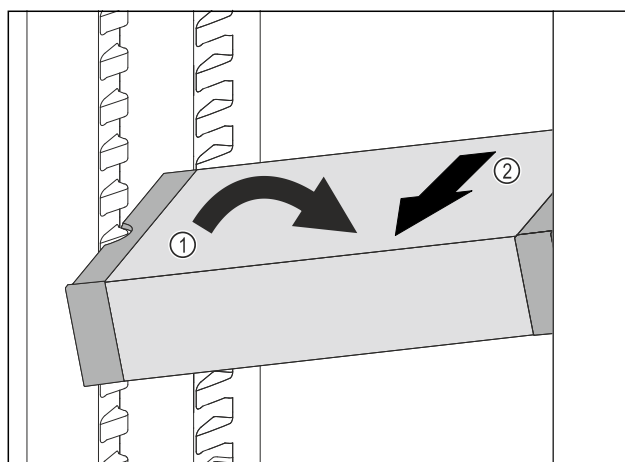

Fig. 147
- VarioSafe postavte v chladničce šikmo. Fig. 147 (1)
- VarioSafe odeberte směrem dopředu. Fig. 147 (2)